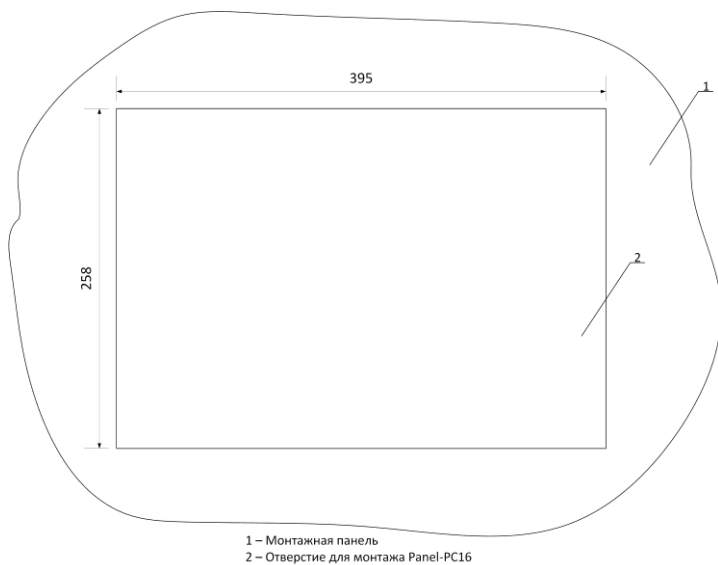
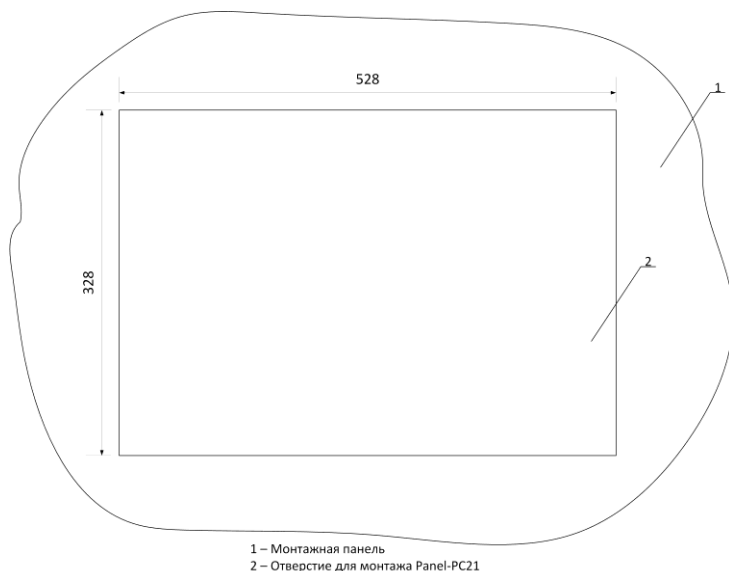

Рис. 3.1. Монтажное отверстие для Panel-PC16-I
Рис. 3.5. Монтажное отверстие для Panel-PC21-I
- установить в прямоугольное отверстие путем врезания в переднюю панель шкафа. Для крепления промышленного ПК на монтажной панели, или двери шкафа, используются зажимы с винтами, которые входят в комплект поставки. Размеры отверстия в зависимости от диагонали приведены на рис. 3.1 – рис. 3.5.